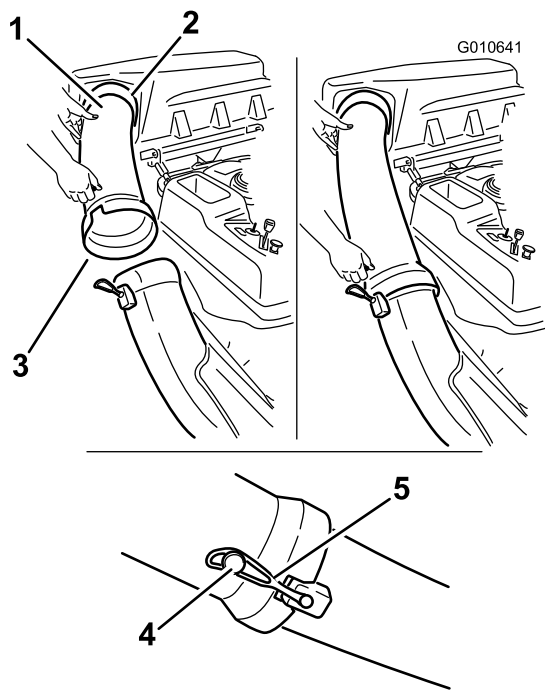

Figura 24
1. Introduzca el extremo curvo del tubo de descarga en el orificio de la tapa del ensacador (Figura 24).
- Coloque el extremo abocinado del tubo de descarga sobre el extremo del conducto. Enganche la correa de goma del conducto alrededor de la clavija del tubo de descarga (Figura 24).